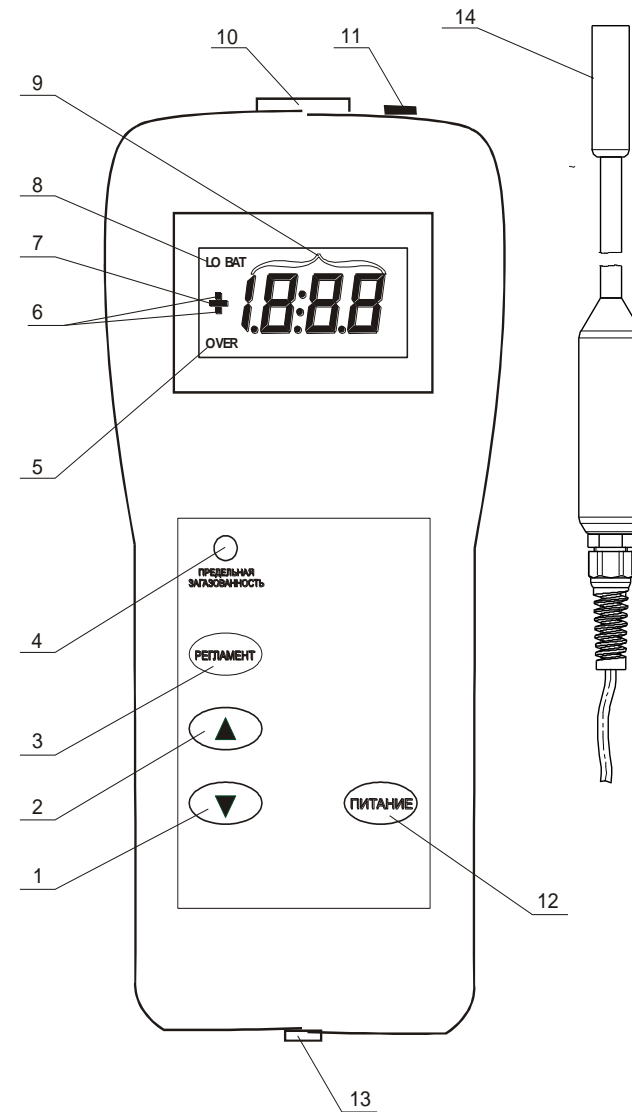

Рисунок 1 – Расположение органов управления, индикации и сигнализации
Расположение органов управления, индикации и сигнализации показано на рис. 1.
1.4.4.1 Кнопка "ПИТАНИЕ" (поз. 12, рис. 1) предназначена для включения или выключения питания сигнализатора (нажатие и удержание в течение 2-х сек.), а также для контроля уровня заряда аккумуляторной батареи (кратковременное нажатие).
Кнопка "РЕГЛАМЕНТ" (поз. 3, рис. 1) выполняет несколько функций и используется при регламентном обслуживании сигнализатора. С помощью этой кнопки сигнализатор можно перевести из режима "РАБОЧЕЕ СОСТОЯНИЕ" в один из режимов:
1) Штекер ЗУ включить в гнездо поз. 13, рис. 1.
2) Включить ЗУ в сеть. При этом включается мигающий символ \blacksquare – признак включения ЗУ (поз. 6, рис. 1), сообщение "LO BAT" начинает мигать, а вместо концентрации газа появляются риски: